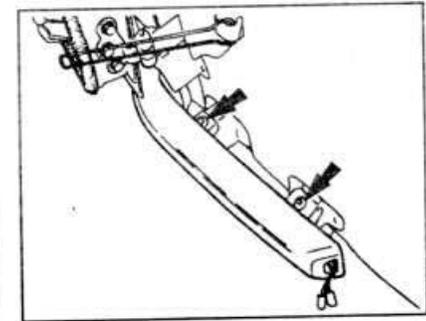

Рис. 11.9. Расположение винтов крепления задней части бампера.
- Отвинтите 2 винта типа Torx, расположенные между бампером и задней частью автомобиля и снимите бампер (см. рис. 11.9).